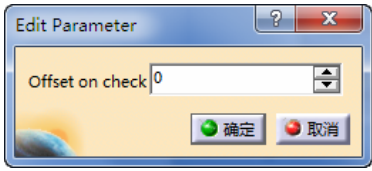

图 7-53 定义检查余量
- 定义检查余量。双击“Offset on check”，弹出“Edit Parameter”对话框，可设置余量大小为“0”mm，如图 7-53 所示。